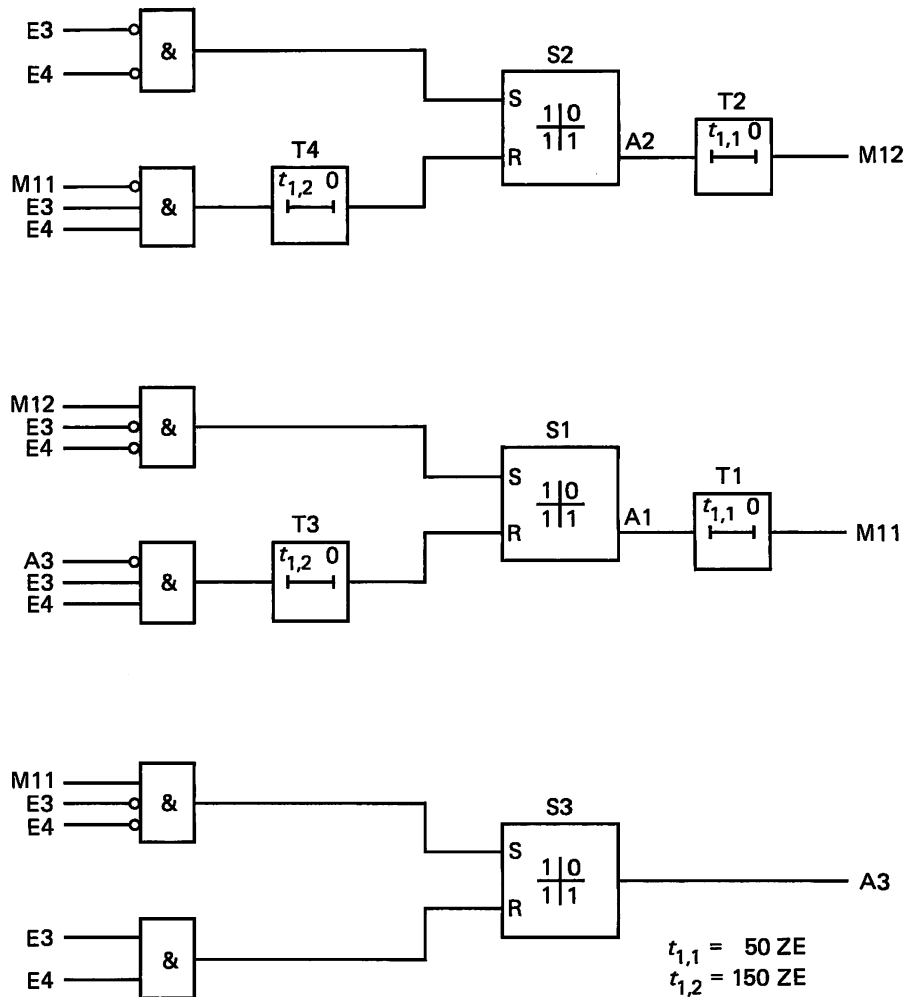

Bild F60.1
a) Einen Lösungsvorschlag für den FUP zeigt das Bild F60.1,